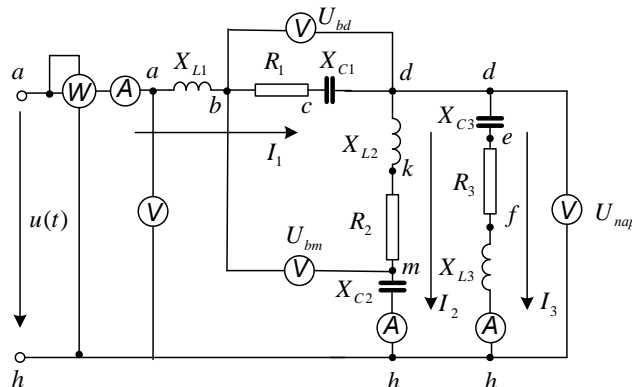

Рис. 4.1
1. По базе данных (табл.4.1) для своего варианта определить параметры электрической цепи (рис. 4.1), питающей от однофазной сети несинусоидального тока